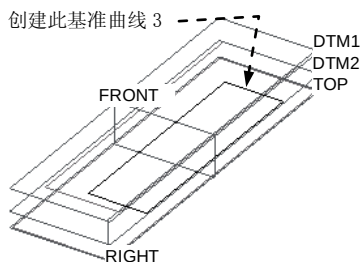
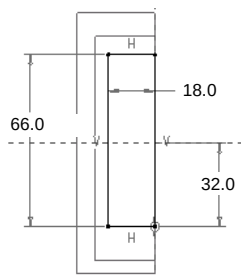

图 8.8.8 创建基准曲线 3
图 8.8.9 截面草图
Step5. 创建图 8.8.8 所示的基准曲线 3。在操控板中单击“草绘”按钮 ，选取 DTM2 基准平面为草绘平面，选取 RIGHT 基准平面为参考平面，方向为 **右**，绘制图 8.8.9 所示的截面草图。